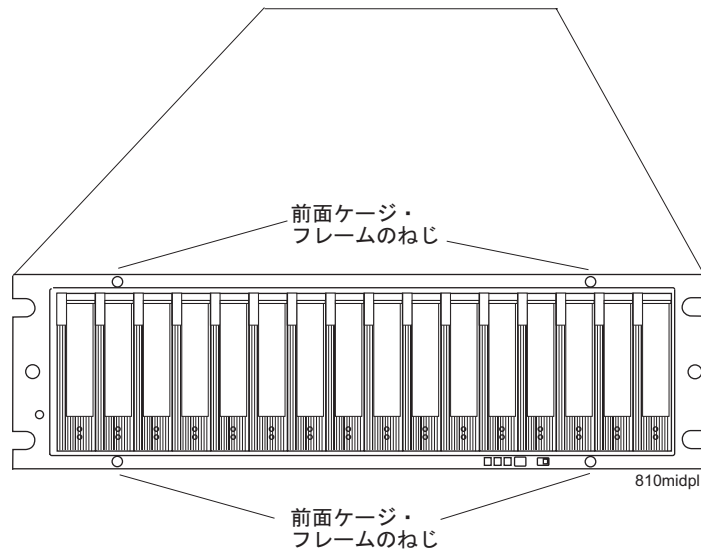

図 84. 前面ケージ・フレームねじ位置
9. #1 プラスねじ回しを使用して、170 ページの図 84 に示すように、ミッドプレーンの前面ケージ・フレームのねじ 4 個を緩めます。
16. 前面ケージ・フレームの 4 個のねじを締めます。170 ページの図 84を参照してください。